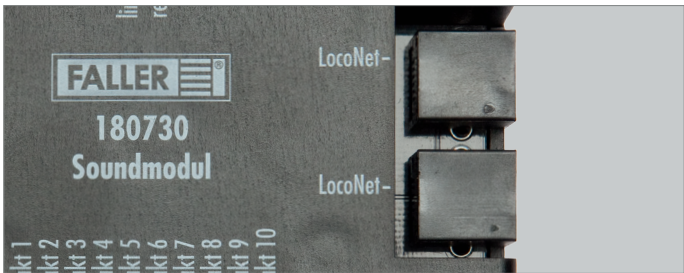

Abb. 5: LocoNet anschließen
- ▶ Stecken Sie den LocoNet-Anschluss in die Buchse, bis dieser einrastet, siehe Abb. 5. LocoNet ist angeschlossen.